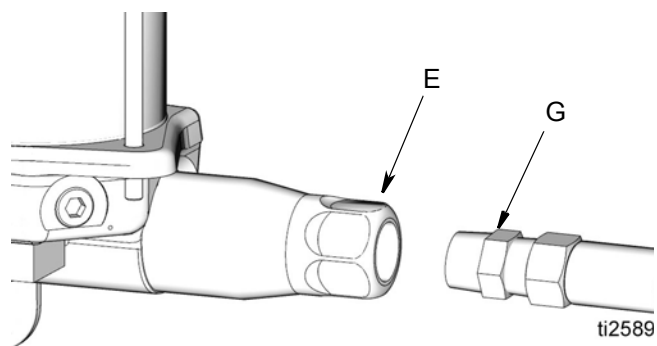

FIG. 8
6. Conecte la salida de la bomba (E) a la tubería de lubricación (G) (FIG. 8).